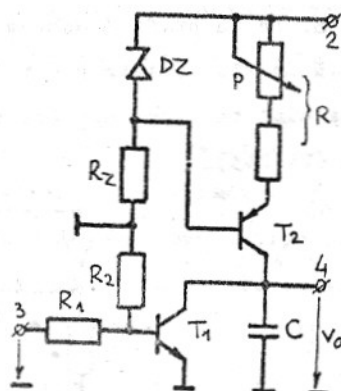

Fig.22.10
1. Se identifică montajul din fig.22.10, în care tranzistorul T_1 este de tipul npn (de exemplu, BC 172 A) iar tranzistorul T_2 este de tip pnp (de exemplu, BC 256 A).